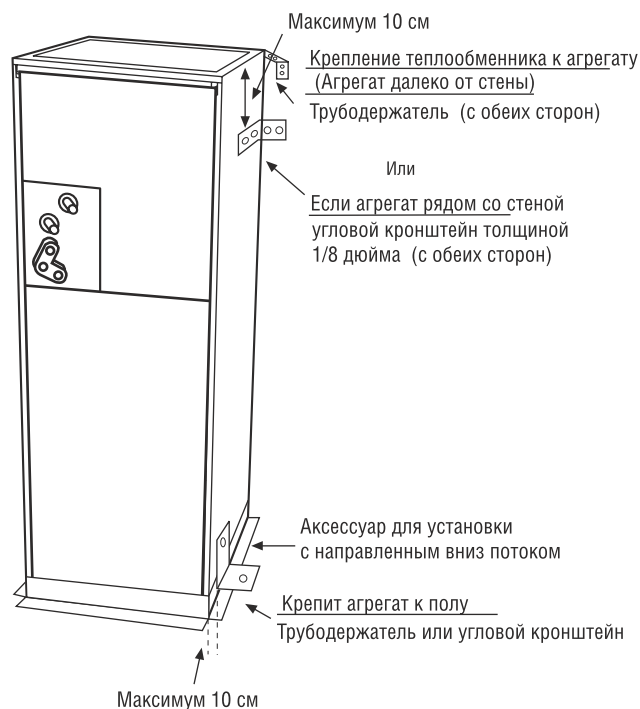

Рис. 7— Крепление блока
- b. Если блок находится у стены помещения, прикрепите его к стене с помощью углового кронштейна толщиной 1/8 дюйма. Кронштейн крепится к блоку с помощью винтов-саморезов № 10, а к стене - с помощью шурупов с квадратной головкой размера 5/16 дюйма (см. рис. 7).